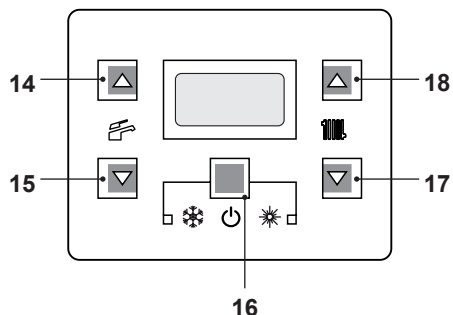
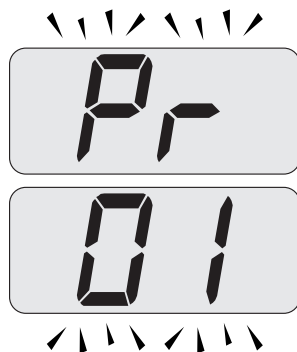

Figura 9.20
Figura 9.21
- Entrare in "modalità programmazione" premendo contemporaneamente per 10 secondi i tasti 16 - 17 - 18 (Figura 9.20) fino a far apparire sul display LCD le lettere **Pr** che si alternano con il codice **01**, indicanti l'entrata nel "parametro 01" (Figura 9.21).
- Premere contemporaneamente i tasti 17 e 18 (Figura 9.20) fino a far apparire sul display LCD le lettere **LP** che si alternano con il valore di temperatura dell'acqua di riscaldamento (es. **45**), indicanti l'entrata nell'attivazione della "funzione spazzacamino" alla potenza minima in sanitario (Figura 9.22).
- Premendo il tasto 18 (Figura 9.20) è possibile variare la potenza in modalità spazzacamino: con visualizzazione sul display LCD delle lettere **hP** che si alternano con il valore di temperatura dell'acqua di riscaldamento (es.32), siamo in "funzione spazzacamino" alla potenza minima in riscaldamento (Figura 9.23).
- Ripremendo contemporaneamente per 10 secondi i tasti 16 - 17 - 18 (Figura 9.20) si esce dalla "modalità spazzacamino" e si ritorna allo stato di caldaia precedentemente impostato (Figura 9.26).